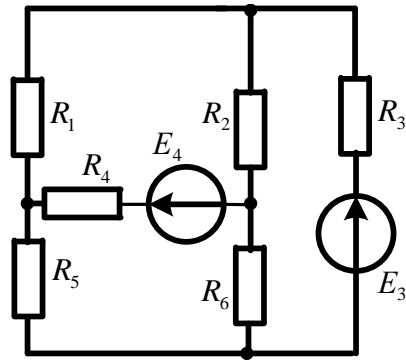

Рисунок 25
**Задача 25.** В электрической цепи (рис.25) рассчитать токи методом контурных токов. Сравнить полученные результаты с токами, найденными из уравнений Кирхгофа. Составить баланс мощностей. Заземлив одну из точек схемы рассчитать и построить потенциальную диаграмму контура, включающего обе ЭДС.